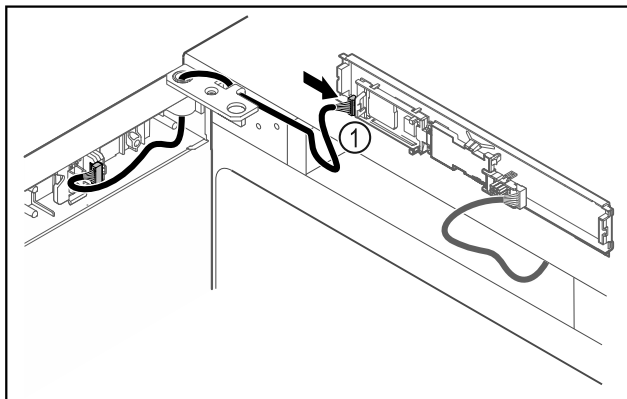

Fig. 49
- Lidhni spinën Fig. 49 (1) në qark.